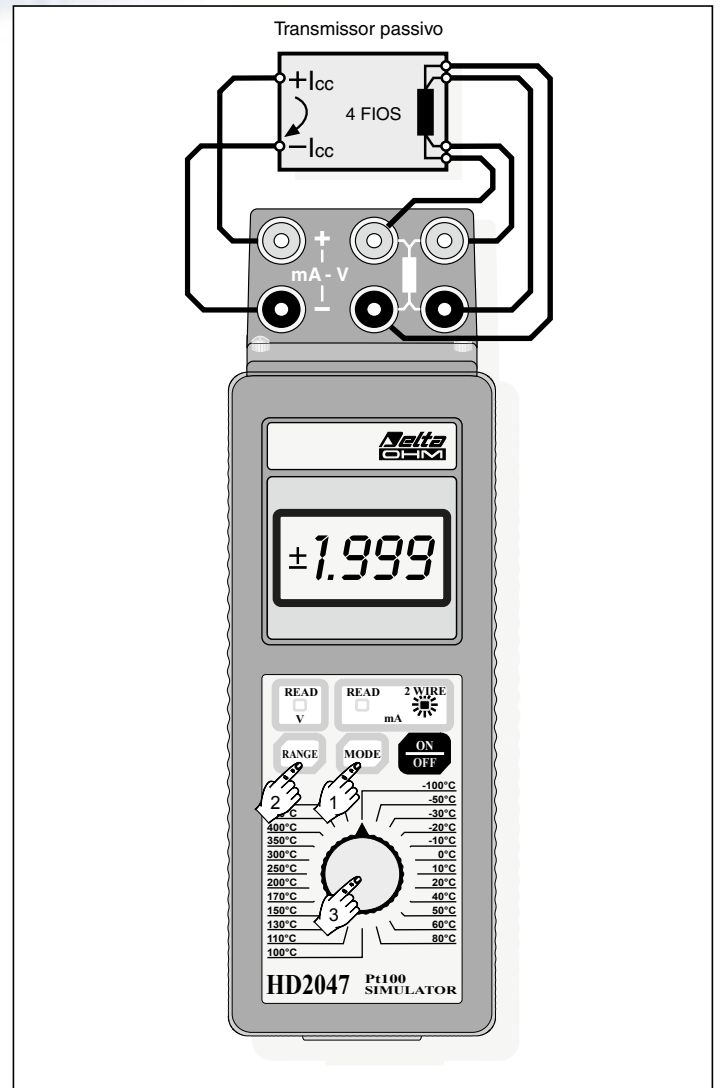

Fig. 3 Verificação de um transmissor passivo com entrada para Pt100.
Modo de operação (vide Fig. 3):
- conecte os fios do circuito fechado de 4...20mA, nos soquetes à esquerda, conforme mostrado na Fig. 3, observando a polaridade correta. A corrente fornecida pelo HD 2047 é enviada através do soquete positivo (+);
- faça a conexão conforme mostrado nas Figs. 3, 4 ou 5, dependendo do número de fios;